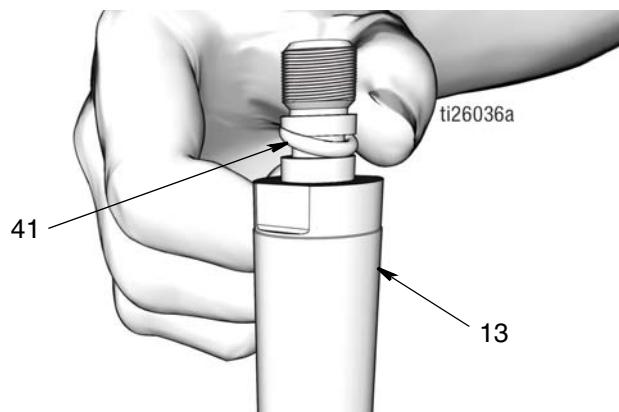

图 46
- 使用干净的布向下擦拭活塞杆 (13) 和活塞 (6)，除去任何脏污或污染物。检查表面有无擦伤或损坏。更换损坏的零配件。
- 在 O 形圈 (41) 上抹上薄薄一层滑脂。将 O 形圈安装在活塞杆 (13) 的沟槽上 (图 46)。